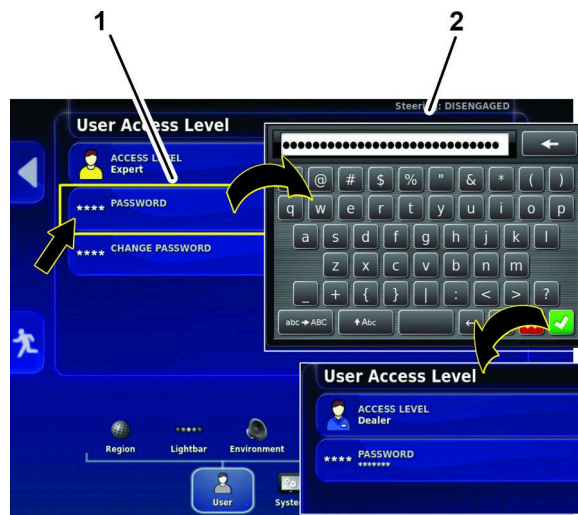

図 159
4. パスワードアイコンを押し、ポップアップキーボードウィンドウでディーラーパスワードを入力し、確認アイコンを押します(図 159)。